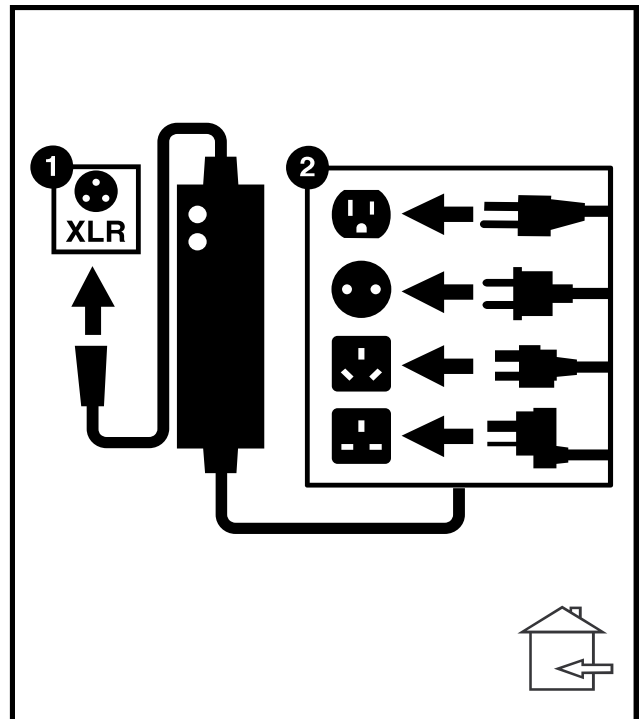

Figure 4. Chargeur à batteries externe
L'extrémité à 3 broches du cordon d'alimentation du chargeur se branche dans cette prise. Voir les figure 4.
Vous devez brancher le chargeur à batteries externe dans son réceptacle et dans une prise murale standard pour la recharge des batteries de votre scooter. Voir la figure 4.
3. Localisez le levier de roue libre manuel près de la roue avant. Voir la figure 4.
1. Placez votre scooter à côté d'une prise électrique. Voir la figure 4.